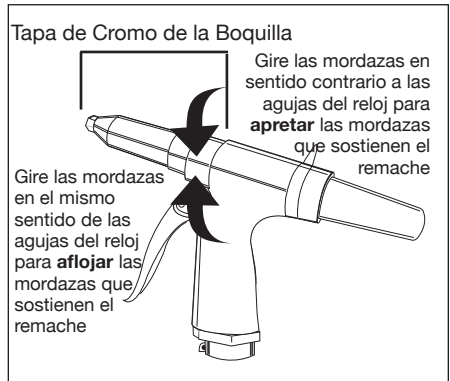

Figura 2
1. Sostenga la pistola con el extremo de la boquilla dirigida en dirección opuesta a usted. Qúitele la tapa de cromo a la boquilla (Vea la Figura 2).
3. Gire las mordazas en sentido contrario a las agujas del reloj para apretar las mordazas que sostienen el remache. Gire las mordazas en el mismo sentido de las agujas del reloj para aflojar las mordazas que sostienen el remache (Vea la Figura 2).